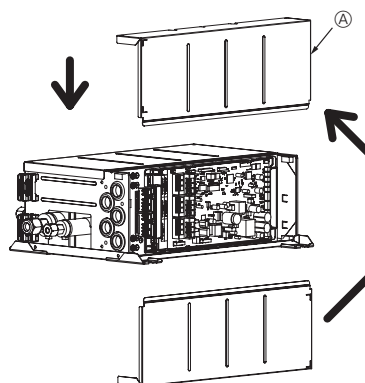

Fig. 4-5
4.1. Retningen af rørene kan ændres. (Fig.4-4). [Arbejdsprocedurer] (Fig. 4-5)
- ① Fjern skruerne i hver del.